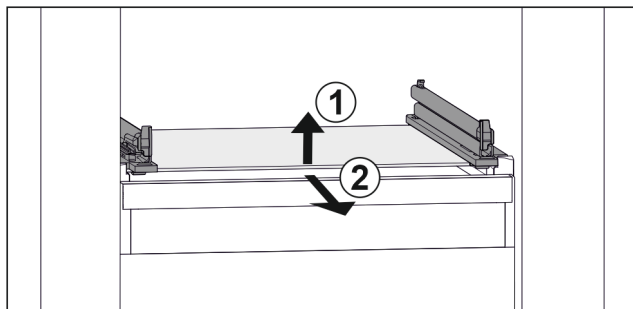

Fig. 121 Exempel på glashylla
- Lyft glashylla framtill. Fig. 121 (1)
- Ta ut glashylla framåt. Fig. 121 (2)